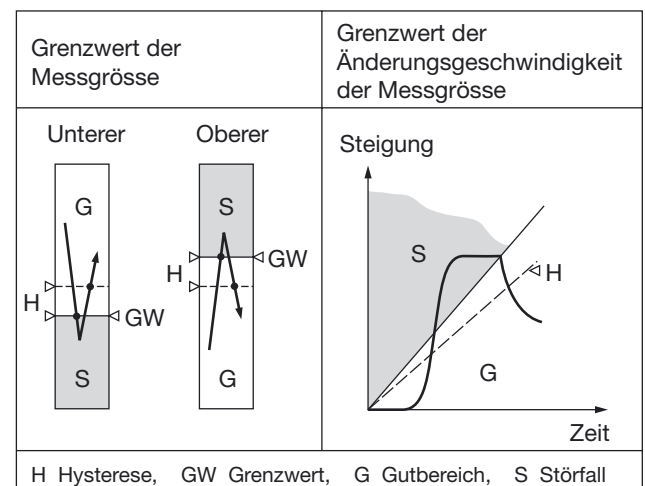

Bild 3. Schaltverhalten, je nach Grenzwert-Typ.
– Unterer GW der Messgröße (siehe Bild 3, links)
– Oberer GW der Messgröße (siehe Bild 3, links)
(siehe Bild 3 rechts)